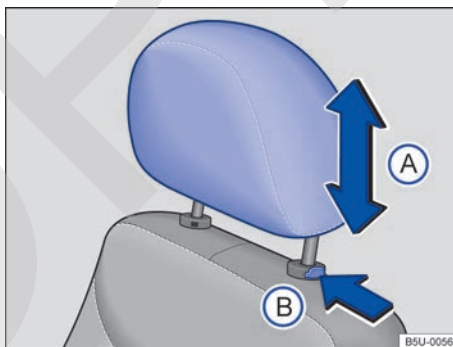

Fig. 73 Ajustar el apoyacabezas delantero.
- Empuje el apoyacabezas hacia arriba o hacia abajo en el sentido de la flecha → **fig. 73 (A)** → **▲** en *Introducción al tema* de la pág. 84.